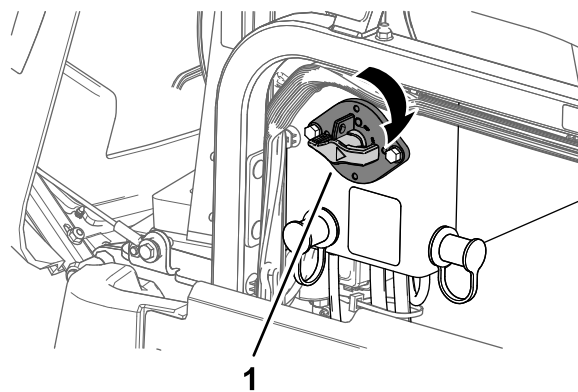

Figure 44
1. Tournez le coupe-batterie en position SOUS TENSION (Figure 44).